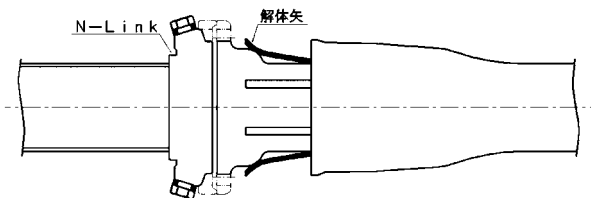

図72 解体方法
- (5) 挿し口に特殊割押輪をセットし、油圧ジャッキ (油圧シリンダやだるまジャッキなど) 2台を用いて、継手をゆっくりと解体する (図72)。